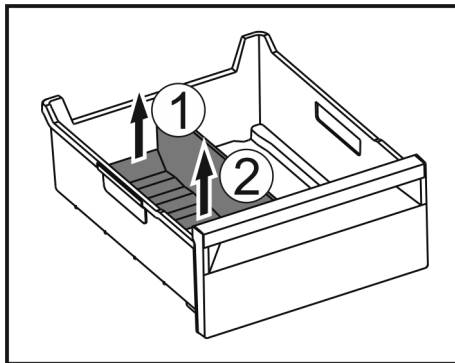

Fig. 237
- ▶ Emelje meg a jégrekesz-elválasztó hátsó részét. Fig. 237 (1)
- ▶ Vegye ki a jégrekesz-elválasztót felfelé. Fig. 237 (2)